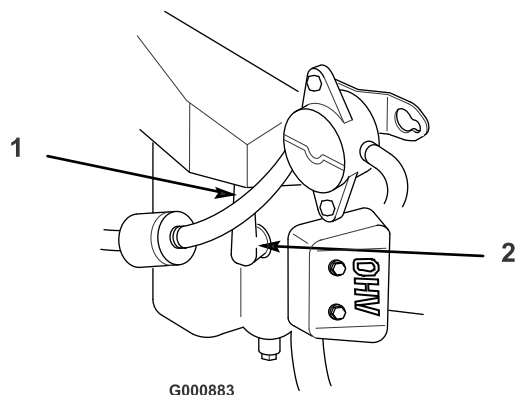

Figure 38
4. Débranchez les bougies (Figure 38). Nettoyez la surface autour des bougies pour éviter que des impuretés n'endommagent le moteur en tombant à l'intérieur.
3. Connectez les bougies (Figure 38).